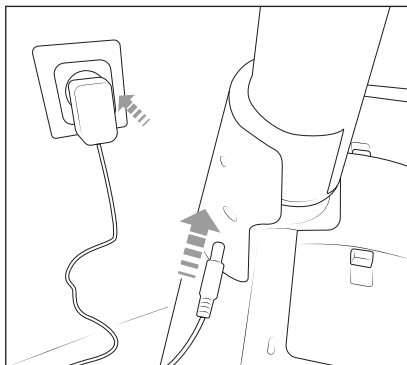

Abb. 3
- 2) Stecken Sie den Hohlstecker **10** des Netzadapters **11** in die Ladebuchse an der linken Seite der Ladestation **9**. Schliessen Sie den Netzadapter **11** an eine Netzsteckdose an (siehe Abb. 3).